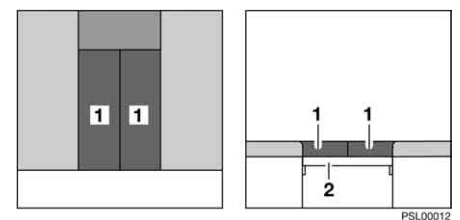

Fig. 26 Après la transformation
- Placer les coussins de dossier (Fig. 26,1) sur la table.